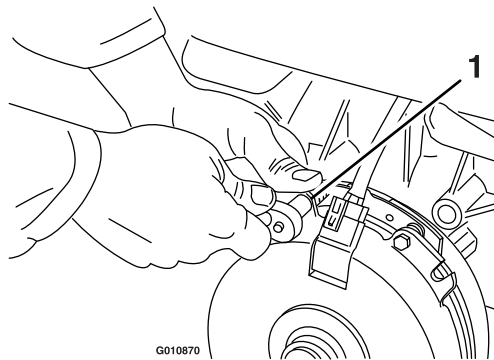

Figure 67
- A. Desserrez les boulons de fixation du frein d'un demi à un tour complet, comme montré à la Figure 67.